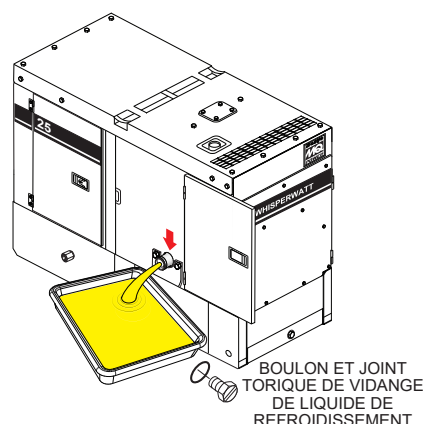

Figure 66. Vidange du liquide de refroidissement du radiateur
- Ouvrez la porte de l'armoire et retirez le boulon de vidange du liquide de refroidissement et le joint torique (Figure 66), puis laissez le liquide de refroidissement s'écouler dans un récipient approprié.